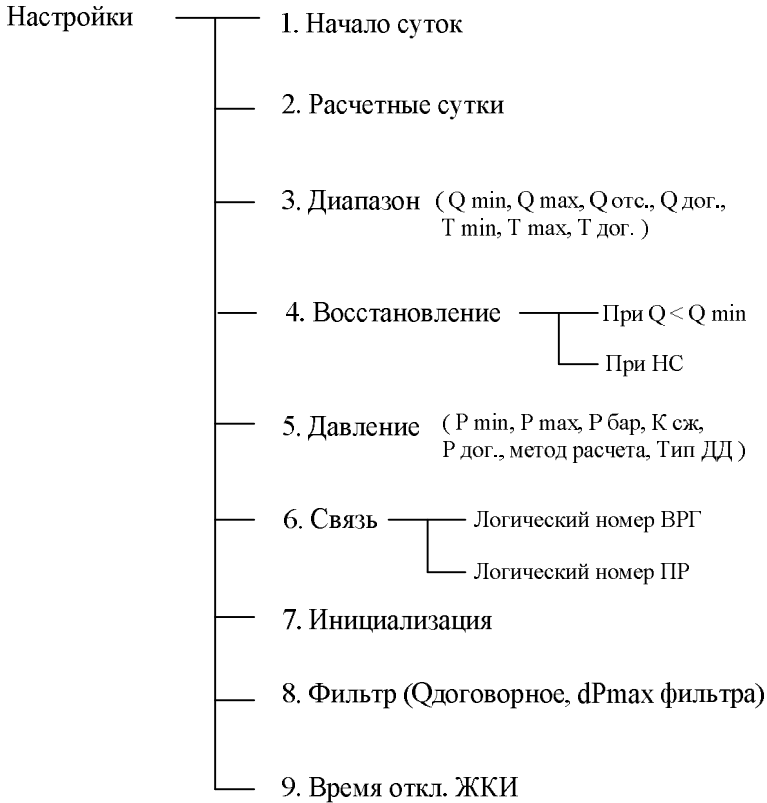

Рисунок 9
2.6.14 Пункт меню «**Настройки**» предназначен для ввода настроечных параметров объекта (рисунок 9).